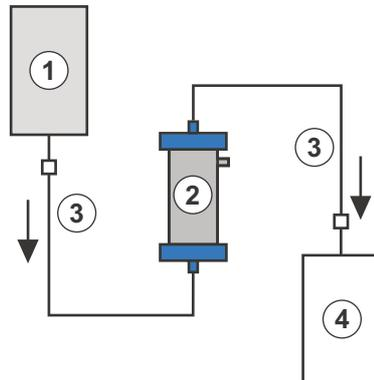

Fig. 9-10 Predisposizione per il lavaggio dell'heparin adsorber
Materiali: Vedere riferimenti a Fig. 9-10
2. Collegare la seconda linea di raccordo e la sacca di raccolta come mostrato in Fig. 9-10 al lato uscita dell'heparin adsorber.